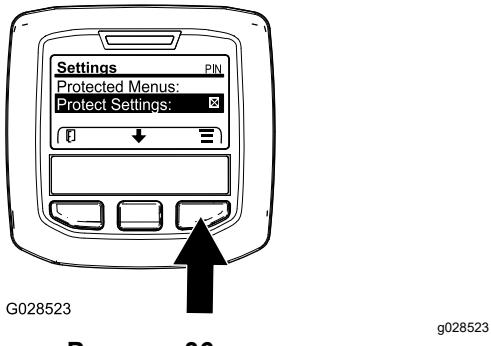

Рисунок 36
1. В MAIN MENU (Главном меню) с помощью средней кнопки прокрутите меню вниз к пункту SETTINGS MENU (Настройки), и нажмите правую кнопку (Рисунок 36).